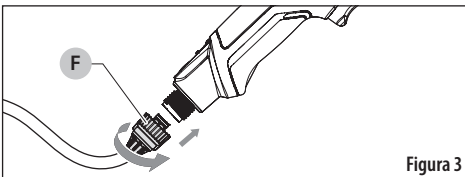

Figura 3
Instale el conjunto de la manguera (F) al pulverizador de varilla eléctrica. Gire en sentido contrario de las agujas del reloj para apretar. Vea la Figura 3.